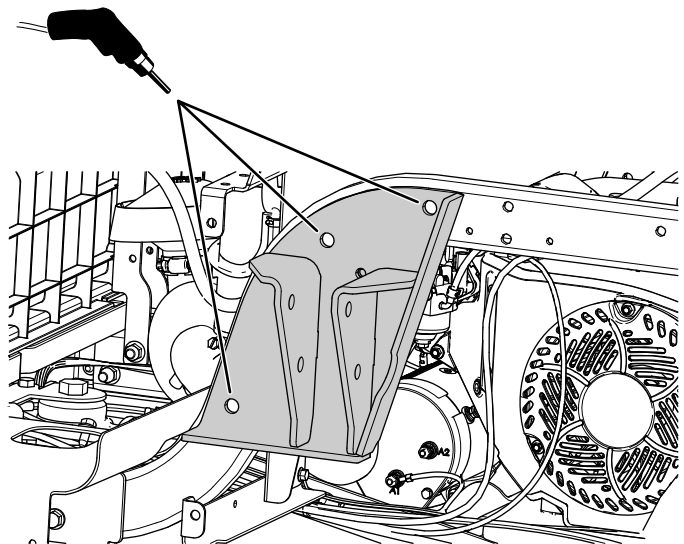

Figura 21
4. Utilizând suportul ROPS drept ghid, realizezi 3 orificii (13,5 mm) în cadru (Figura 21).